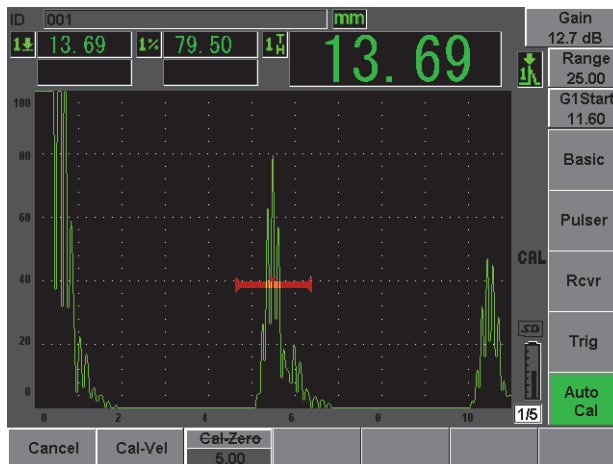

図 2-16 ゲート 1 スタート
11. (**自動 XX% : Auto XX%**) 機能を使用して、指示位置がフルスクリーン高さの 80 % フルスクリーン高さになるように、ゲインを調整します (42 ページ図 2-16 参照)。